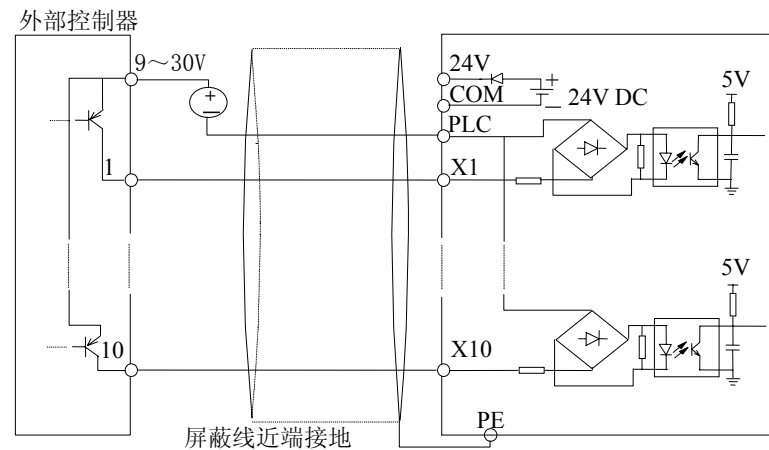

图 2-25 使用外部电源的漏极连接方式（S2R4GB~3004GB仅有X1~X5）
- 4) 使用外部电源的漏极连接方式（注意：去除内部PLC与24V短接跳线JP1），如图2-25所示。